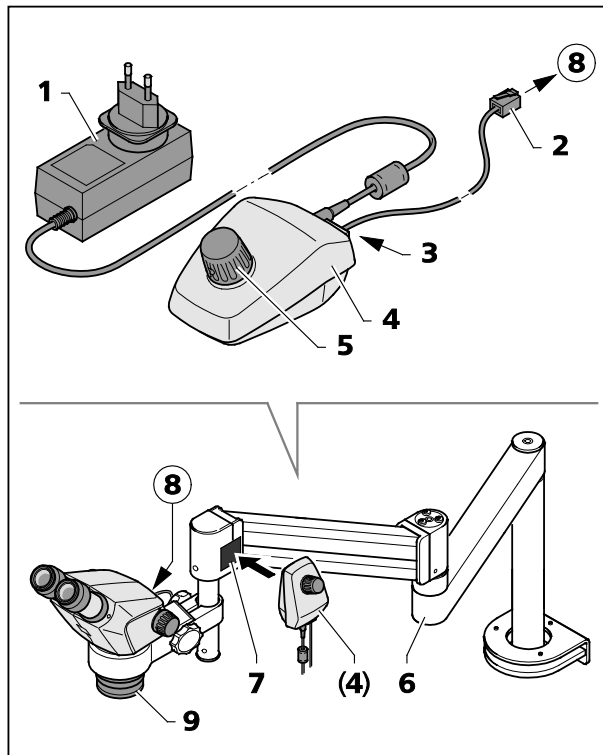

図 24 コントローラー K LED
コントローラー K (図 24/4) は、ブームスタンド B または U、あるいはその他のスタンドと一緒に使用する際の Stemi 305 本体の垂直照明またはリングライトの制御に使用します。
- フロントレンズシステム 0.5x/185 mm (図 24/9) を顕微鏡本体に取り付けます。
- リングライトを使用する時は、同梱のアダプター (内径: 58 mm、外径: 66 mm) を使って、これをフロントレンズシステム (図 24/9) に合わせます。
- バグネットプレート (図 24/7) の接着側をスイングアームスタンドに固定します。
- 同梱の接続ケーブル (1 m) (図 24/2) を顕微鏡本体またはリングライトのソケット (図 24/8) あるいはコントローラー K (図 24/4) 背面のソケット (図 24/3) に差し込みます。
- コントローラー K (図 24/4) をマグネットプレート (図 24/7) にセットします。
- 電源装置 (図 24/1) を使用して、コントローラー K を電源に接続します。
- スイングアームスタンド (図 24/6) を使いやすい位置に調整します。
- コントローラー K の回転つまみ (図 24/5) を押すと垂直照明 (またはリングライト) がオンになり、回転つまみを回して強度を調整します。